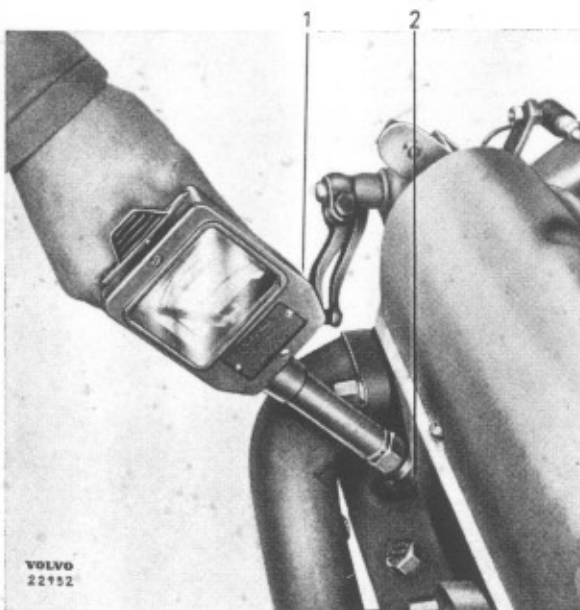

Bild 1-22. Kompressionsprov
3. Kör runt motorn med startmotorn. Anbringa en kompressionsmätare i tändstiftshålen, bild 1-22, samt mät trycket i cylindrarna, en efter en. Trycket skall normalt vara 10—11 kg/cm². Batteriet bör vara väl laddat så att motorn drives med tillräcklig hastighet.